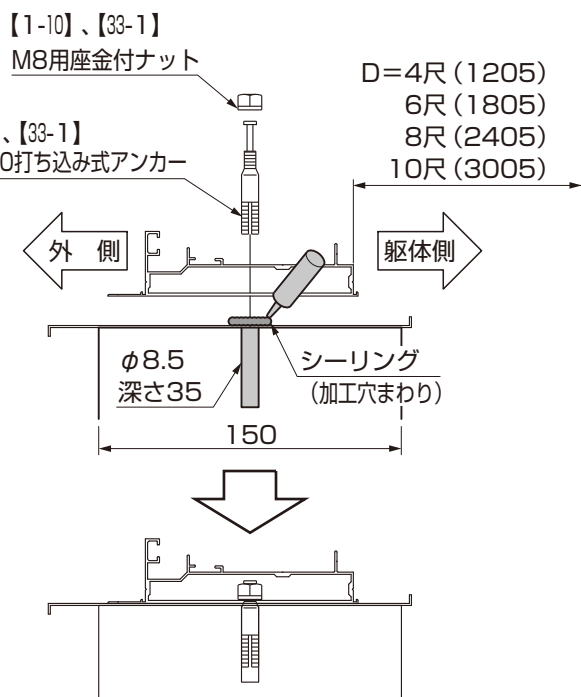

図2-1
- ①腰壁ベース材の躯体側面～躯体間をD寸法で位置決めしてください。(図2-1参照)
- ②腰壁ブロックにφ8.5、深さ35の穴をあけてください。
- ③バックアップ材を腰壁ベース材の躯体側に取付け、シーリングしてください。
- ④腰壁ベース材を腰壁ブロックに【1-10】、【33-1】で取付けてください。
- ⑤取付けた【1-10】、【33-1】の周りをシーリングしてください。